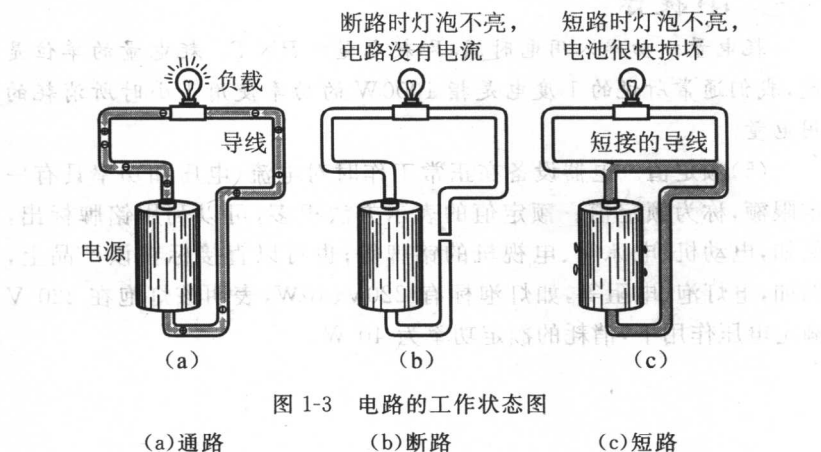

图 1-3 电路的工作状态图
(1)通路。当电路中开关闭合时,电源与负载(用电器)接通,负载中有电流流过,处于这种工作状态时称为通路。电路正常工作时就处于通路状态。通路状态如图 1-3(a)所示。
(2)断路。当电路中开关打开或某处断开时,电路处于断路状态。这时负载中没有电流流过,此时电路不工作。断路状态如图 1-3(b)所示。
(3)短路。当电源正负极联接在一起时,电路处于短路状态。短路状态如图 1-3(c)所示。